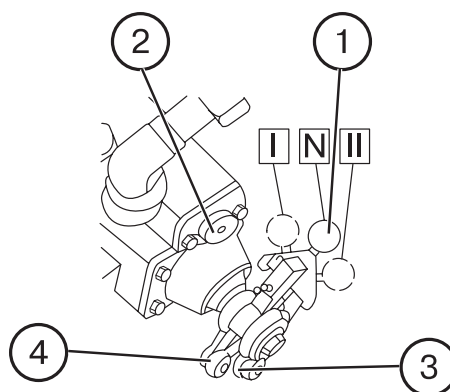

Рис. 24. Переключение способов регулирования силового (позиционного) регулятора:
3. Включите силовой способ регулирования, для чего приподнимите навесную машину над поверхность почвы и переключатель 1 (рис. 24) введите в паз силового рычага 3 поворотом переключателя влево (по ходу трактора). Для более легкого включения перед вводом в паз переключатель отведите вперед (по ходу трактора) до совмещения с пазом на рычаге 3.
При работе на силовом методе регулирования как на пахоте, так и на культивации произведите настройку маховичка скорости коррекций 2 (рис. 24). При вращении маховичка по часовой стрелке скорость коррекций уменьшается, при вращении против часовой стрелки — увеличивается.